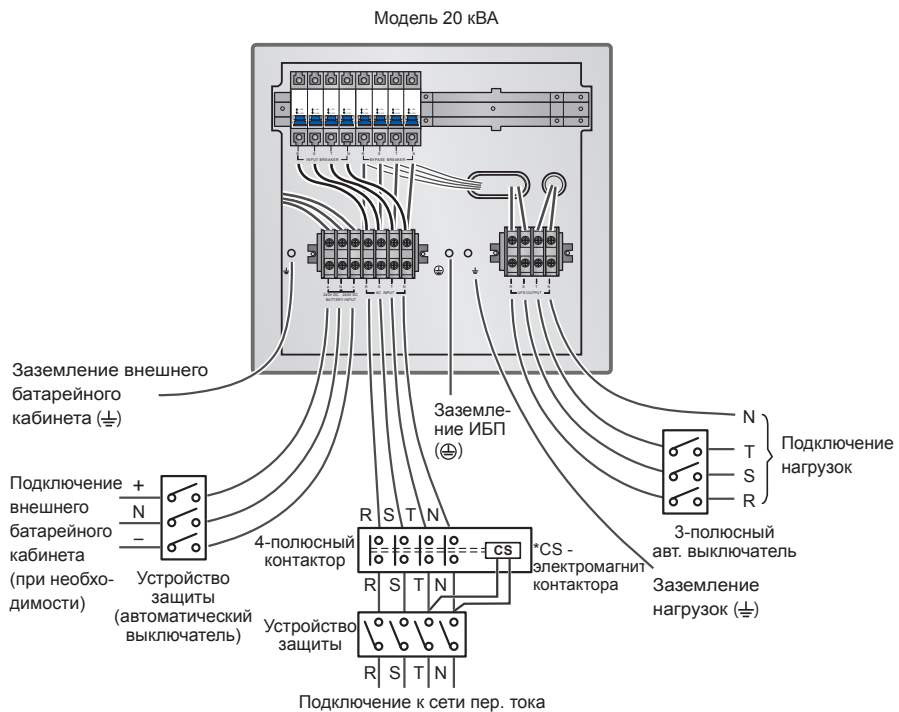

Рис. 6-10. Схема подключения в одиночного ИБП 20 кВА в конфигурации с одним входом
- 6 Подключите к блоку зажимов кабели электросети, выхода и внешнего батарейного кабинета (см. **рис. 6-10 и 6-11**).
- 2 Подключите к блоку зажимов кабели электросети, выхода и внешнего батарейного кабинета (см. **рис. 6-10, 6-11 и 6-16**).